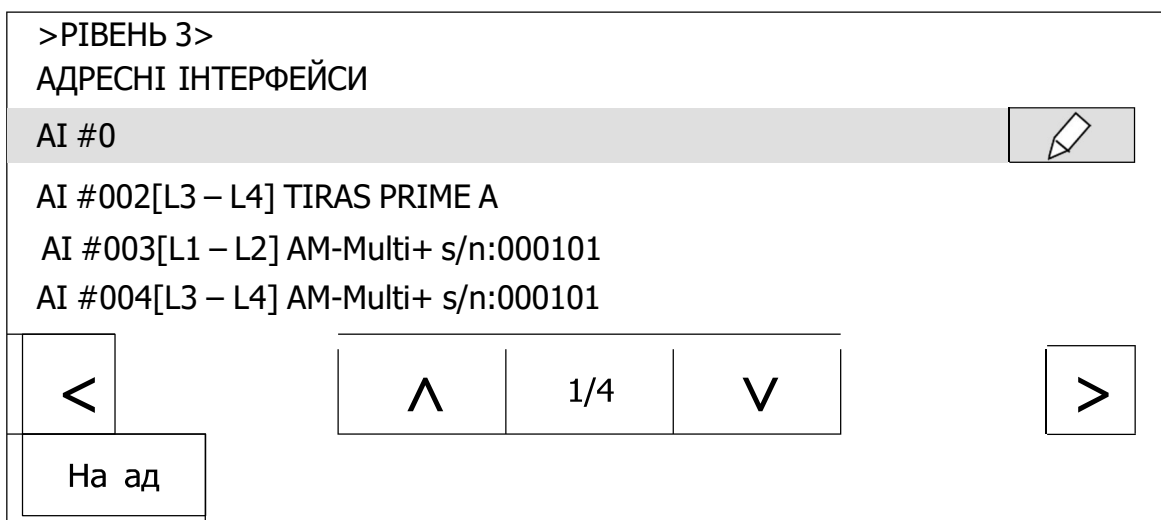

Рисунок 10.12.1 - Вікно вибору АІ
1) назва інтерфейсу, який налаштовують – для вибору необхідно виділити рядок з інтерфейсом і доторкнутися до кнопки [] в цьому рядку (рис. 10.12.1);